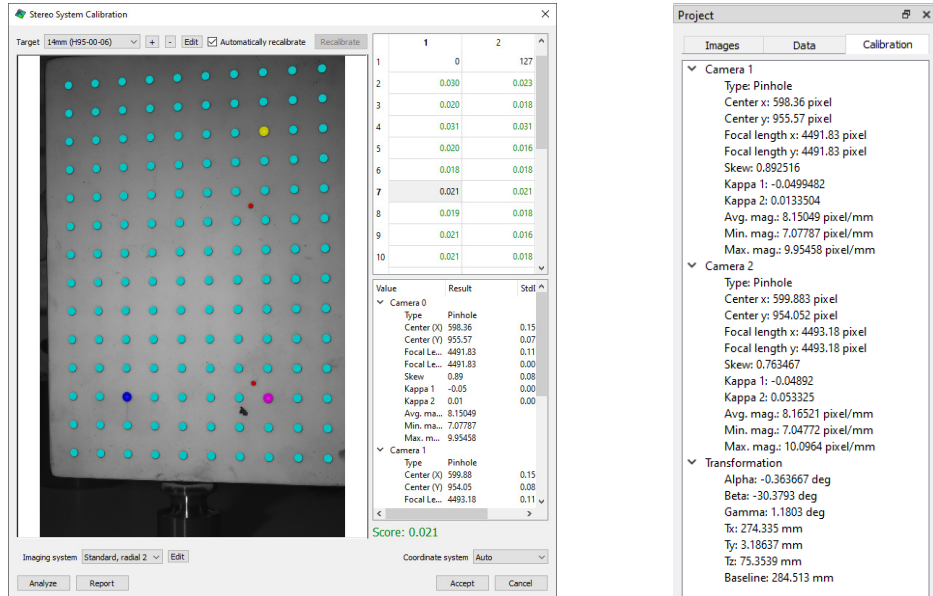

图8:标定对话框窗口和一组典型的相机标定参数。
- VIC-3D (EDU)软件提供的标定报告, 如果报告中没有, 则包括两张类似于下面的截图。右边的项目文件应该包含相机1和相机2的参数, 以及转换:期望从学生得到的典型结果如图8所示。